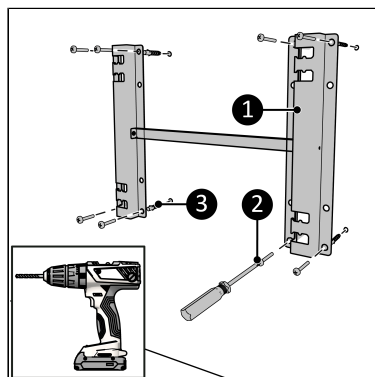

Figure 10.
1. Placez le support contre le mur, avec les ouvertures du support orientées vers la gauche, et marquez les huit trous (Figure 10).
3. Insérez des chevilles murales (Figure 10, pos. 3).
4. Vissez et fixez le support mural (Figure 10, pos. 1) au mur avec huit grandes vis à l'aide d'un tournevis cruciforme (Figure 10, pos. 2).